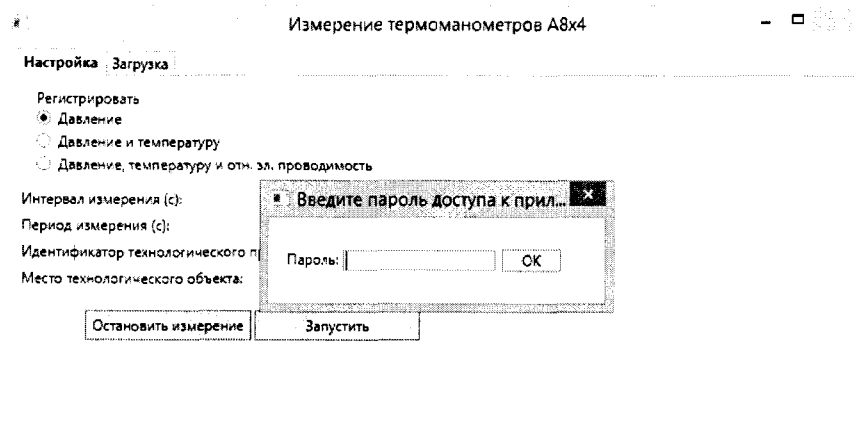

Рисунок 1 - Запуск программы
7.2.4 при запуске программы появляется окно настройки измерения и форма для ввода пароля (Рисунок 1). Пароль указан в разделе «Техническое обслуживание» паспорта паспорт (A8X4.00.00 РЭ). Если пароль не введен или введен неверно, программа сообщает об этом и завершает свою работу.